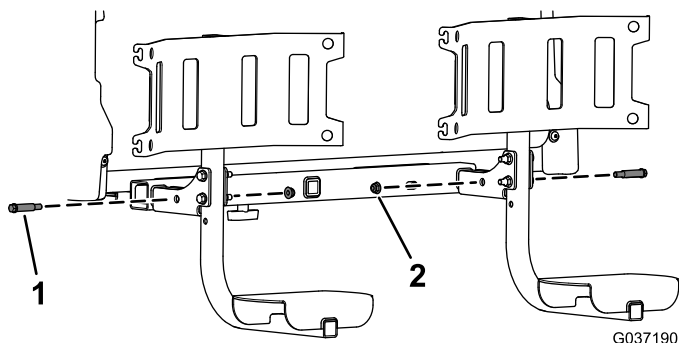

Figura 10
10. Instale as montagens dos baldes do lixo montadas nos tubos da estrutura do balde do lixo utilizando dois parafusos com olhal (3/8 x 5/8 pol.) e duas porcas flangeadas (3/8 pol.), como se mostra na Figura 10.